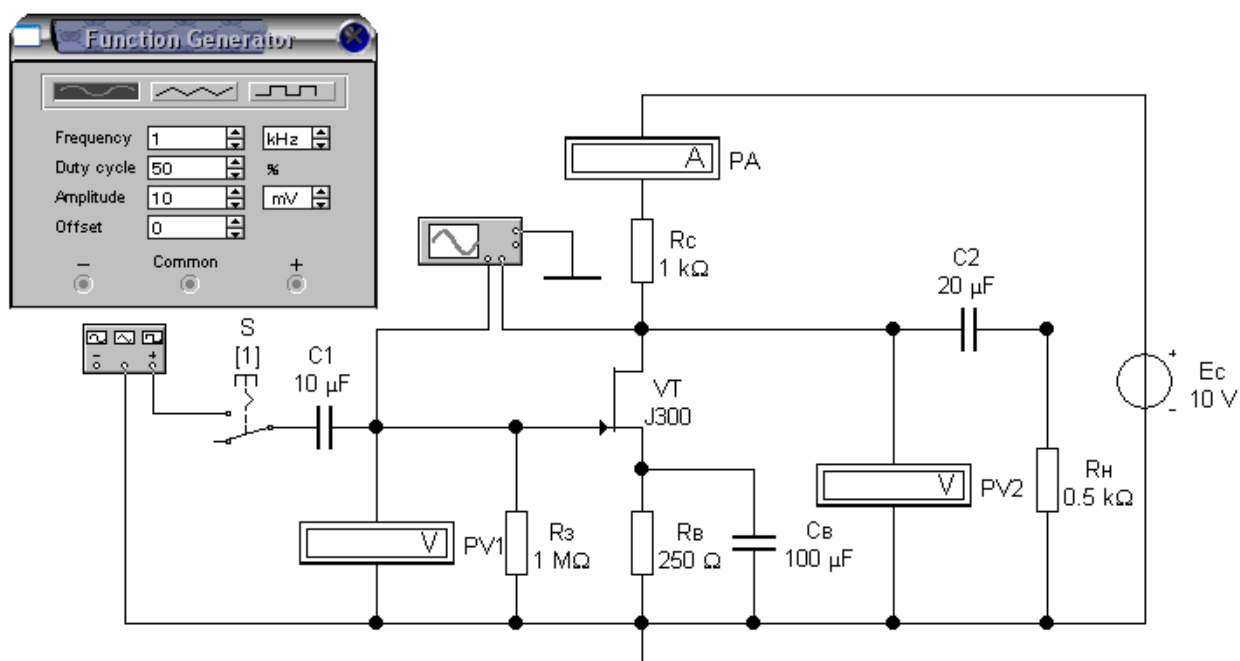

Рисунок 2 – Схема для дослідження підсилювача каскаду на польовому транзисторі з керованим  $p-n$  переходом
2.1 Запустити програму EWB. В меню обрати схему (рис. 2).
2.2 Встановити параметри елементів схеми згідно таблиці 1 і віртуального генератора згідно рис. 2.